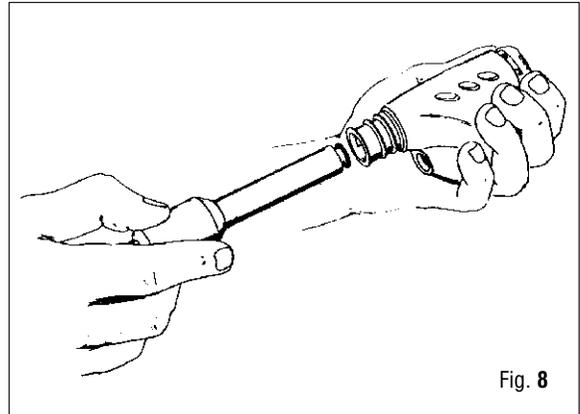

Fig. 8
1. Posicione el OR (51) en el asiento del pulsador de descarga (52).
2. Posicione el pulsador de descarga completo (52) en el cuerpo de mando.
3. Posicione el OR (50) en el casquillo (49).
4. Introduzca el casquillo completo en la herramienta especial (cód.106190). (Fig. 8)